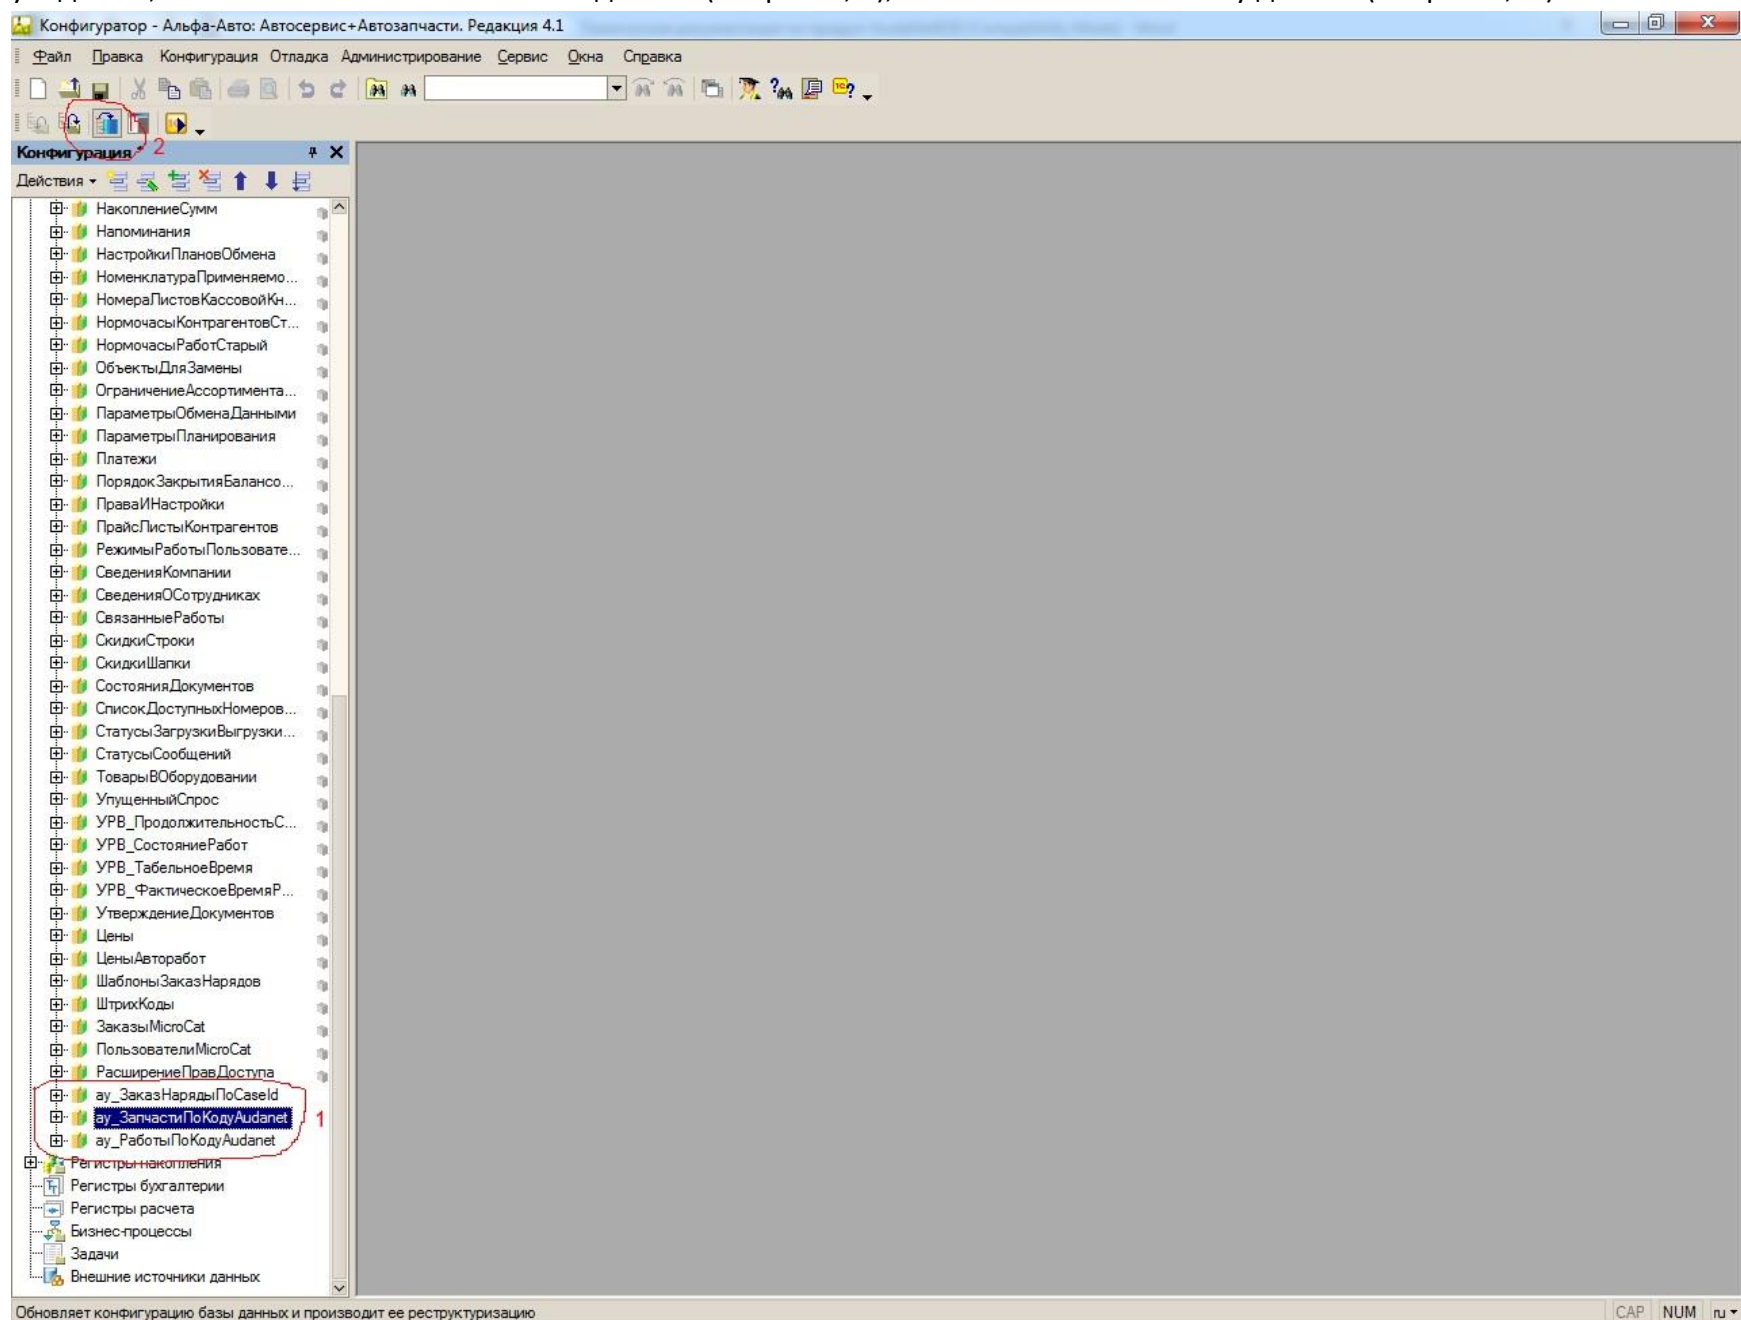

Рисунок 6. Обновление базы данных конфигурации «Альфа-авто: автосервис + автозапчасти. Редакция 4.1».
5. После подгрузки необходимых регистров сведений в базу «Альфа-авто: автосервис + автозапчасти. Редакция 4.1» необходимо убедиться, что они появились в ветке метаданных (см. рис. 6, 1), после чего обновить базу данных (см. рис. 6, 2.).